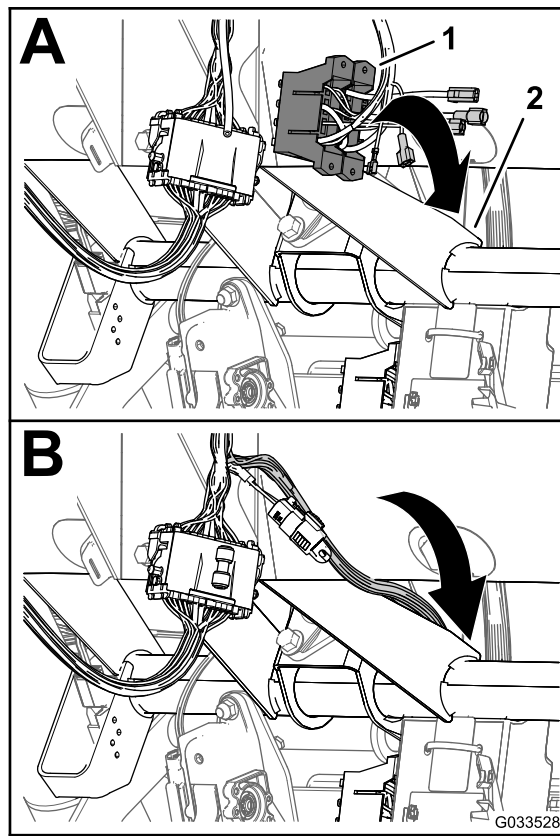

Figura 24
1. Nel quadro di comando dell'irroratrice, disponete la diramazione del cablaggio preassemblato anteriore con i portafusibili tra la parte inferiore del cruscotto e il tubo trasversale dello chassis della macchina e verso il basso, verso il lato anteriore del portafusibili della macchina (**Figura 24**).